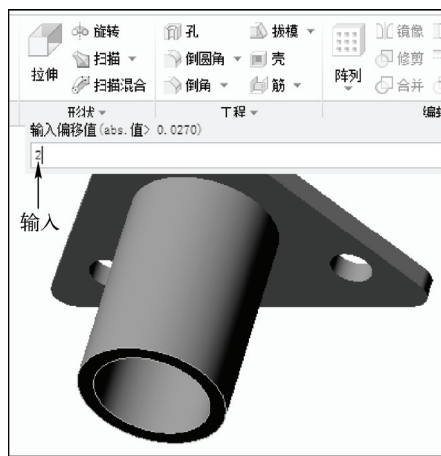

图 8-75 输入参数一
STEP 04 选择“完成”选项，在绘图区中选择合适的平面，弹出“输入偏移值”文本框，输入“2”，如图 8-75 所示。